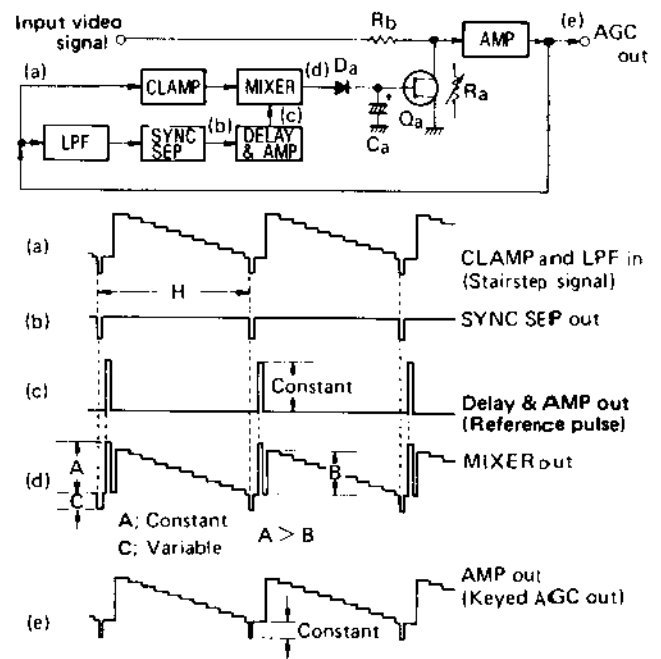

Fig. V-2 Prinzip der getasteten AGC-Regelung
1) Getastete AGC-Regelung (Fig. V-2)
1) Keyed AGC circuit (Fig. V-2)